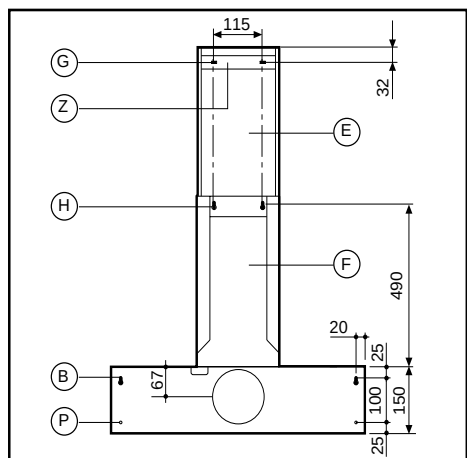

Fig.2
Perçer 4 trous (B-P) en respectant les cotes indiquées à la fig. 2. Pour les différents montages utiliser les vis et les chevilles à expansion appropriées au type de mur (ex. béton, placoplâtre, etc.). Accrocher la hotte au mur en utilisant les deux orifices (B) fig. 2. Fixer définitivement la hotte au mur en utilisant les deux orifices
Perçer 4 trous (G-H) en respectant les cotes indiquées à la fig. 2. Pour les différents montages utiliser les vis et les chevilles appropriées au type de mur (ex. béton, placoplâtre, etc.). Bloquer l'étrier (Z) au mur fig.2. Placer les deux raccords verticalement sur la hotte. Accrocher le raccord (F) en utilisant les deux orifices (H) fig.2. Extraire le raccord (E) du raccord (F) et le bloquer latéralement à l'étrier (Z) à l'aide des vis à cet effet.